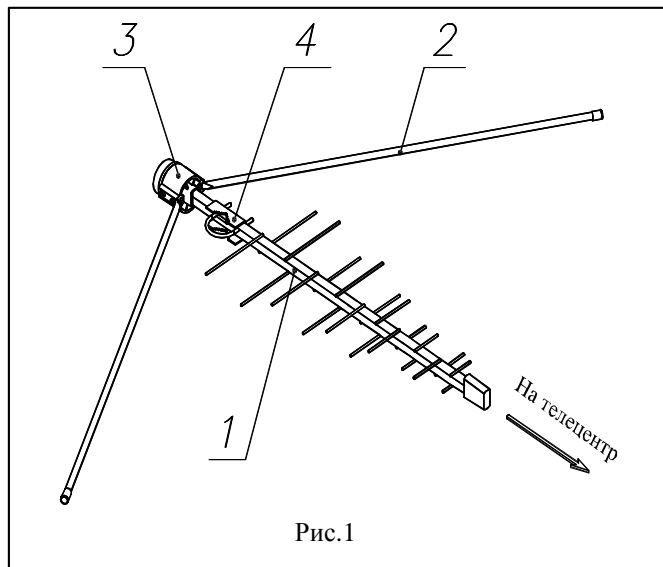

Рис. 1
- 2.1. Общий вид антенны горизонтальной поляризации приведен на рис. 1. У комбинированной антенны метровые вибраторы (2) расположены в вертикальной плоскости.
- 5.1. Присоединить вибраторы МВ диапазона к монтажной коробке, как показано на рис. 1.